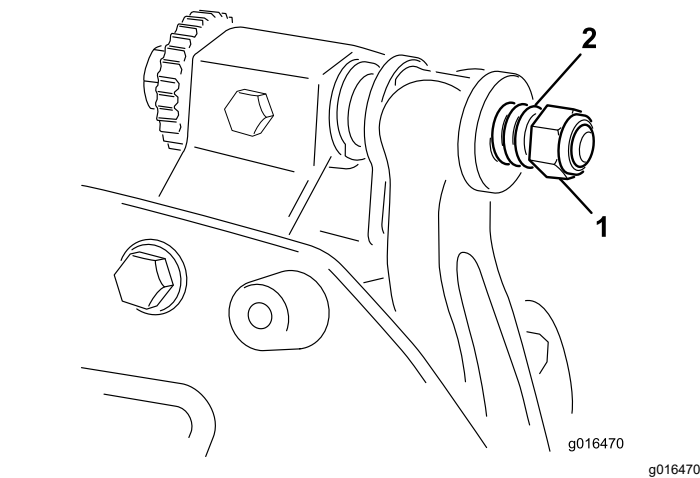

图 22
- 6. 旋紧弹簧加压螺母直到弹簧完全压紧然后往回松开 1/2 圈图 22。